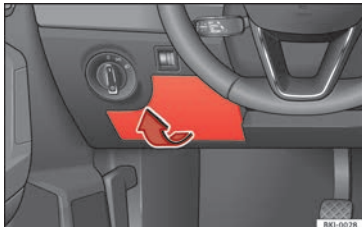

Abb. 69 Auf der Fahrerseite in der Instrumententafel: Abdeckung des Sicherungskastens.
- Öffnen: Die Abdeckung des Sicherungskastens in Pfeilrichtung abnehmen »» **Abb. 69**.